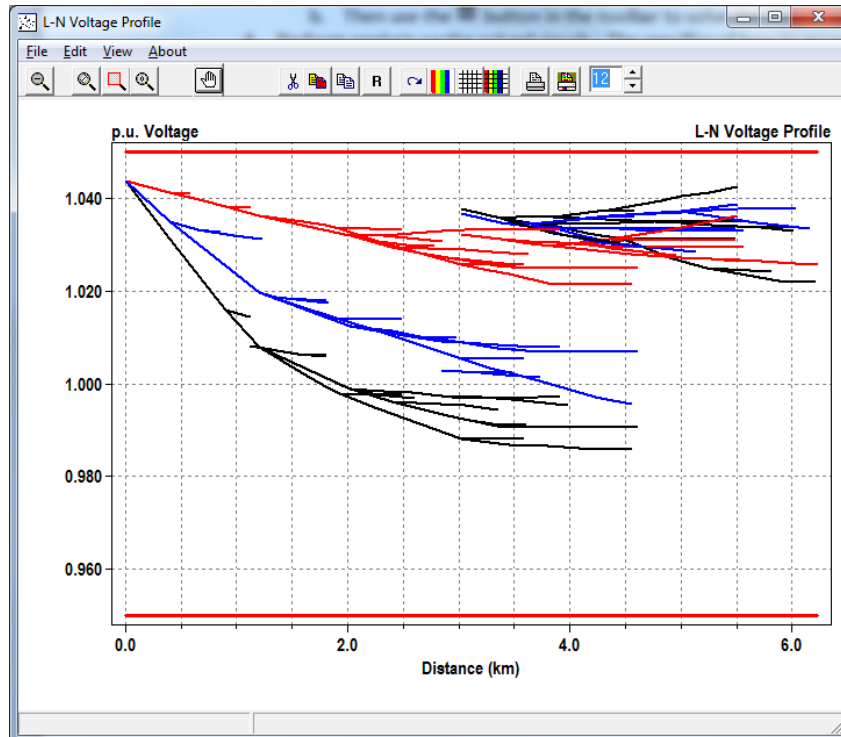

图 6. 电压 剪影 (Voltage Profile)
- b. **图形化显示电压-距离**– 在主程序窗口中键入 plot profile, 并选中它然后使用 Ctrl-D 组合键来执行这个命令。Voltage profile 将显示沿着这个电路离开变电站电压如何变化; 图 6 给出了一个例子。Plot 命令还有其他参数，参阅 OpenDSS Manual 以获得更多详情。